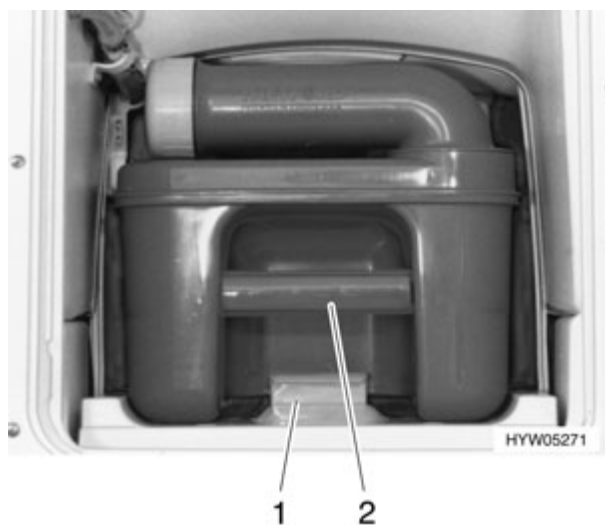

Fig. 144 Extracción del cassette Thetford
- Tirar del estribo de sujeción (Fig. 144,1) hacia arriba y extraer el cassette Thetford (Fig. 144,2).